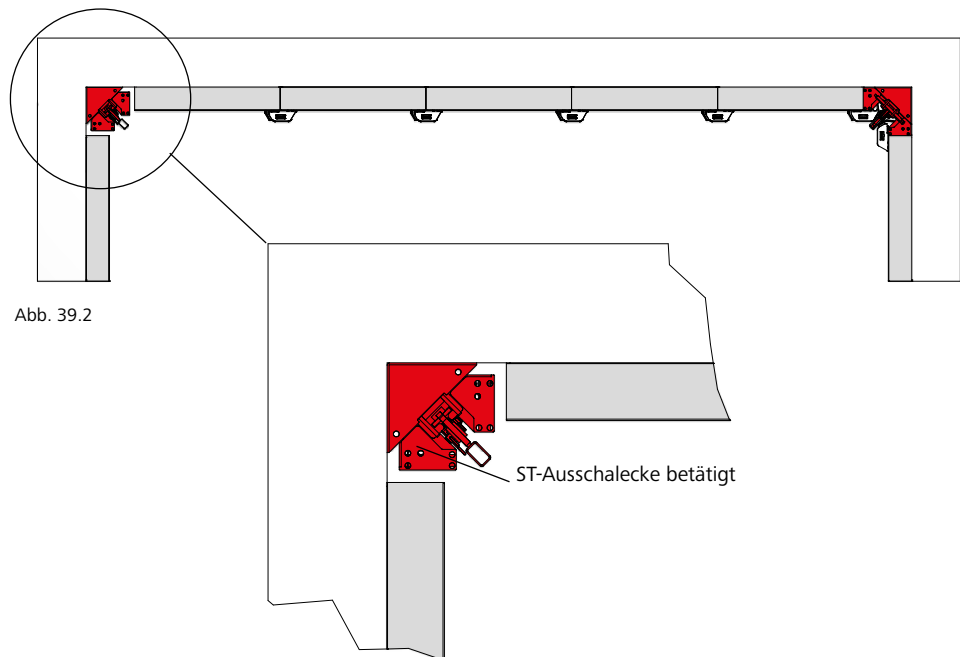

Abb. 39.2
2. ST-Ausschalecke betätigen (Abb. 39.2 und Seiten ST/AS-36 bis -38).